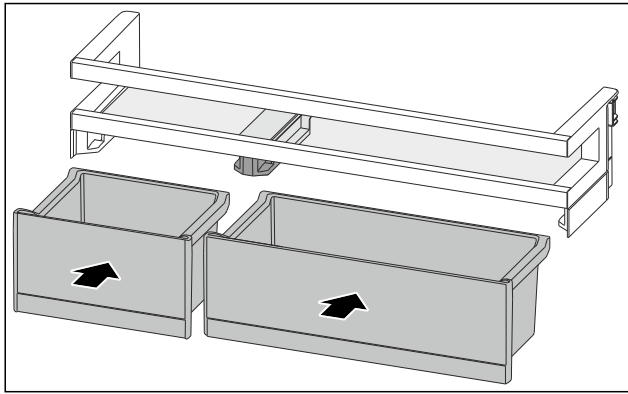

Fig. 194
- ▶ Helyezze be a VarioBoxokat a megcserélt sorrendben. (lásd Fig. 194)